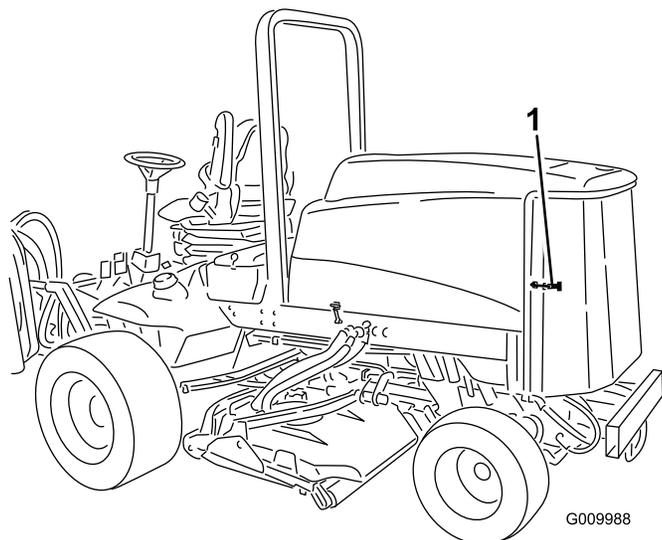

Рисунок 78
1. Откройте защелку и откиньте заднюю решетку (Рисунок 78).